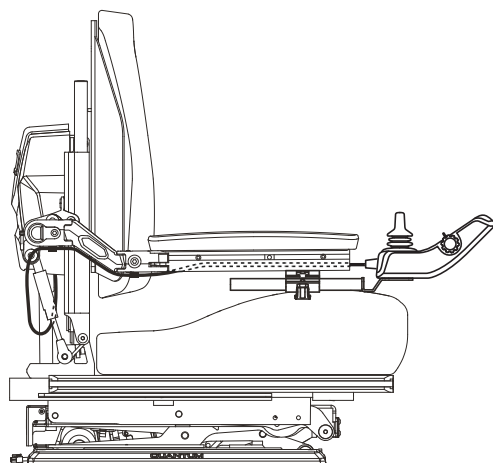

Figure 6. Câble sécurisé sur un TRU-Balance® 3
4. Installez le contrôleur et passez le câble vers l'arrière de la base motorisée. Voir la figure 6 ou 7.